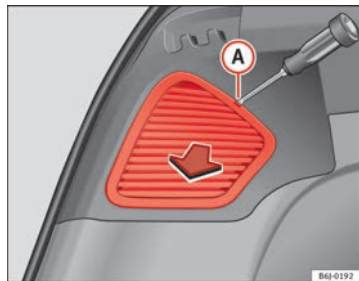

Fig. 179 Feux latéraux
- Retirez ce cache à l'aide d'un tournevis à tête plate placé dans la rainure indiquée (A) ⇒ fig. 179.